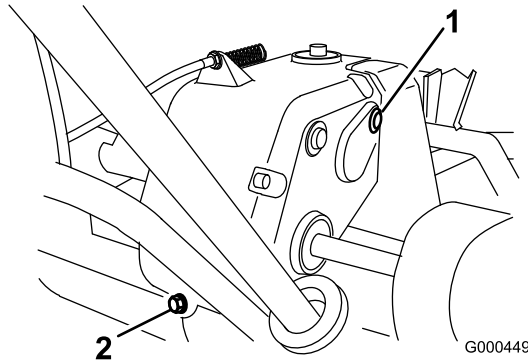

Figura 30
2. Togliete il tappo di spurgo dal retro della trasmissione (Figura 30).
3. Premete la stegola e inclinate indietro la macchina. Togliete il tappo di controllo e riempimento dal lato destro della trasmissione (Figura 30).